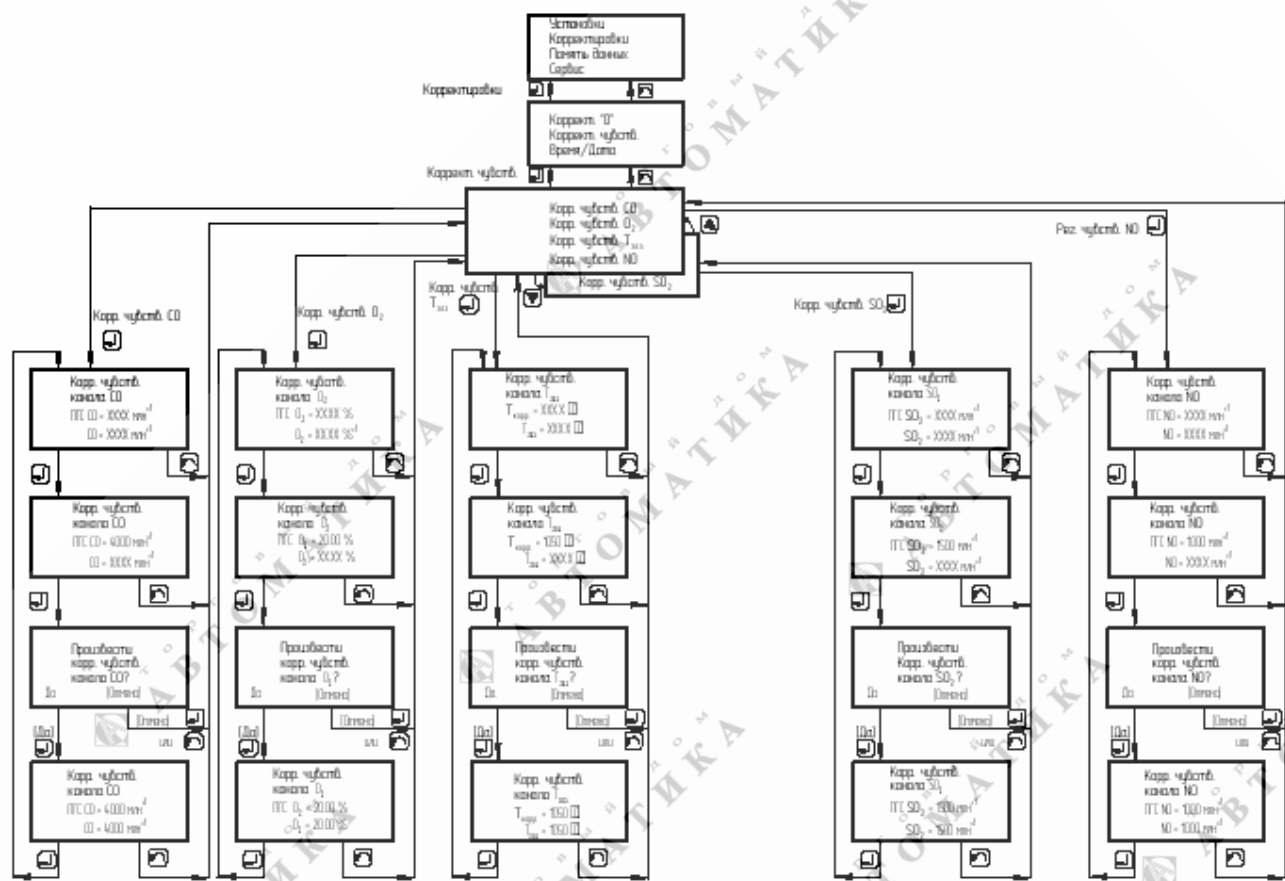

Рисунок 3.3 – Корректировка чувствительности каналов измерения газоанализатора
2) по истечении времени подачи ГСО-ПГС выбрать пункт меню «КОРРЕКТИРОВКИ→КОРРЕКТ.ЧУВСТВ.» и далее выбрать пункт меню в соответствии с каналом измерения (рисунок 3.3).